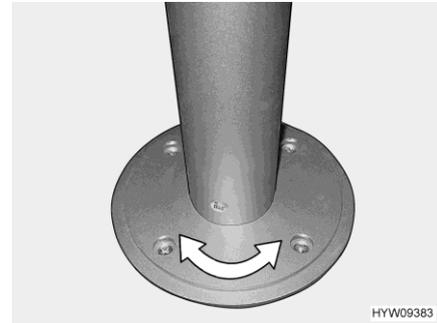

Fig. 65 Pied de table colonne (pivotant)
- Tourner le plateau de table dans la position désirée. Un certain effort est pour cela nécessaire car le plateau de table tourne dans le sens inverse de la résistance au frottement sur le pied de table colonne (Fig. 65).